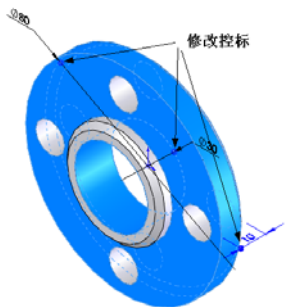

图 5-24 选择特征的图形
**02** 选择需要修改的特征。单击“FeatureManager 设计树”中的“凸台-拉伸 1”，视图中该特征被亮显，如图 5-24 所示。同时，出现该特征的修改控标。